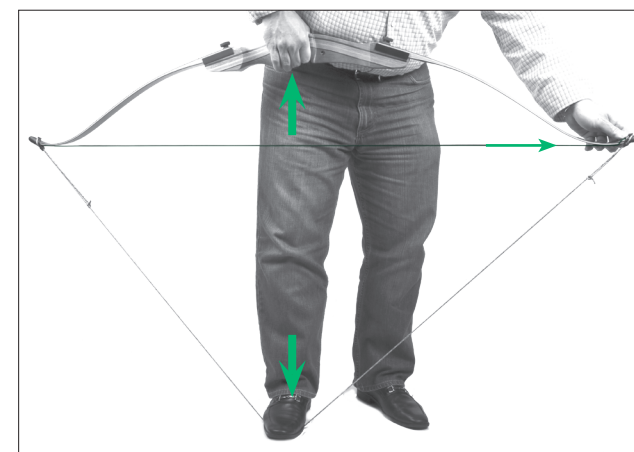

FIGURE 4
- Placer un pied sur la corde du tendeur d'arc et tirer avec une main la poignée de l'arc vers soi et, à l'aide de l'autre main, glisser la grande boucle de la corde d'arc sur la rainure supérieure de la corde. (Fig. 4)